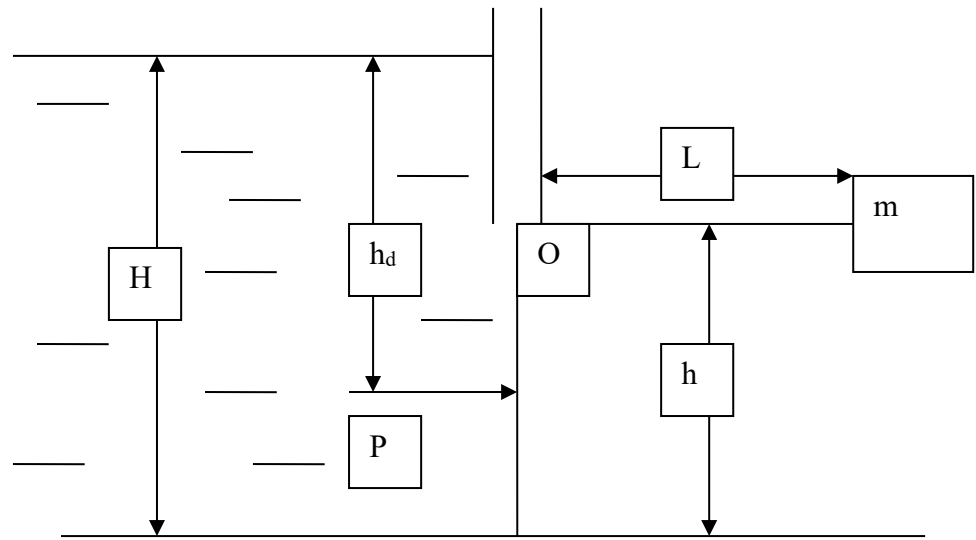

Рис. 4
**Задача 5.** Определить минимальную массу  $m$  груза, способного удерживать прямоугольный щит размером  $h = 3$  м и  $b = 2$  м в закрытом положении, при уровне воды в канале  $H = 5$  м. Длина рычага, на котором укреплен груз,  $L = 3$  м. Щит может поворачиваться в подшипниках вокруг оси  $O$ . Выше оси расположены неподвижные балки, концы которых заделаны в боковые стенки канала. Рис. 4.